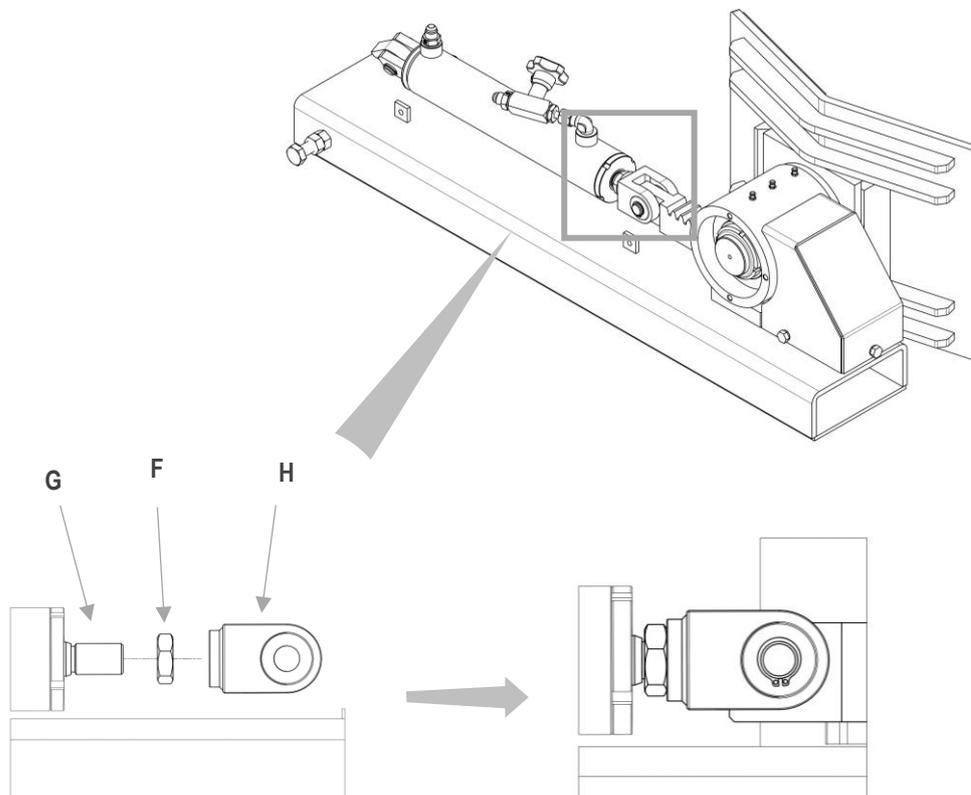

Figura 22
6. Eseguire la fasatura posizionando il dado di fermo **F** in battuta allo stelo **G** del cilindro e montare la forcella **H** di fissaggio cremagliera avvitandola fino in battuta al dado di fermo **F** (vedi Figura 22)